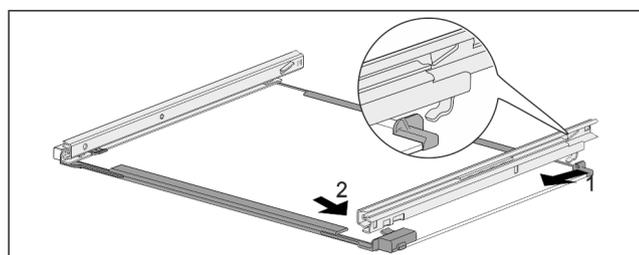

Fig. 82 Glasplatte mit Schienen
- ▶ Schiene hinten einhaken. Fig. 82 (1)
- ▶ Schiene vorne einrasten. Fig. 82 (2)